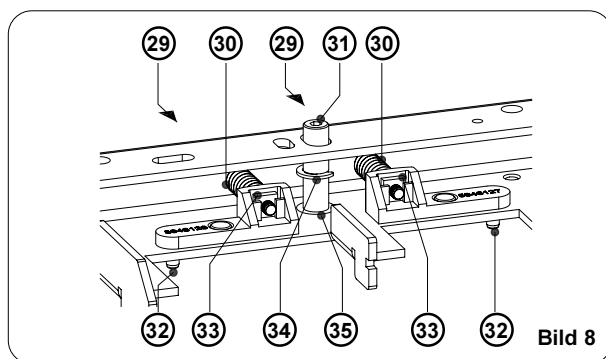

Bild 8
21. Überprüfen Sie beim Einbau des Druckkopfes, dass die Stifte (32 / Bild 8) der Gelenke korrekt in den Bohrungen des Druckkopfes sitzen und der Druckkopf vollflächig an der Druckkopfhalterung anliegt. Anderenfalls besteht Gefahr, dass die Kopfbaugruppe beschädigt wird !